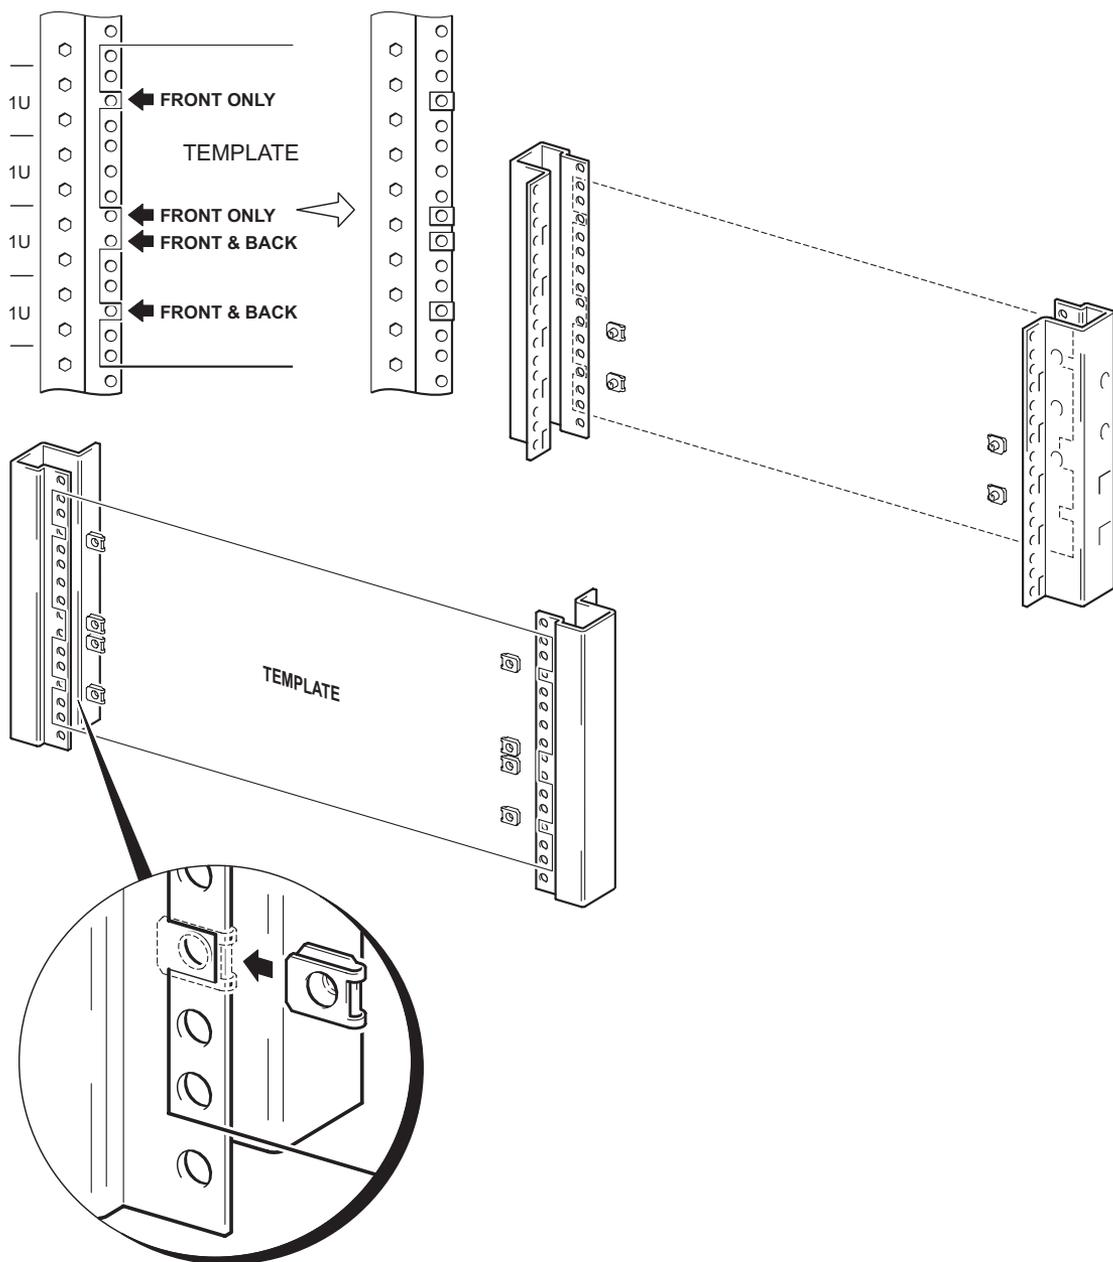

Figure 2a : Installation des écrous clip M5 dans des racks HP
- 3** Placez les huit premiers écrous clip, comme indiqué à la Figure 2a, dans les emplacements signalés par des espaces et des flèches noires sur le gabarit (quatre clips de chaque côté). Pour cela, insérez l'écrou clip sur le trou de la colonne du rack jusqu'à ce qu'il s'emboîte.